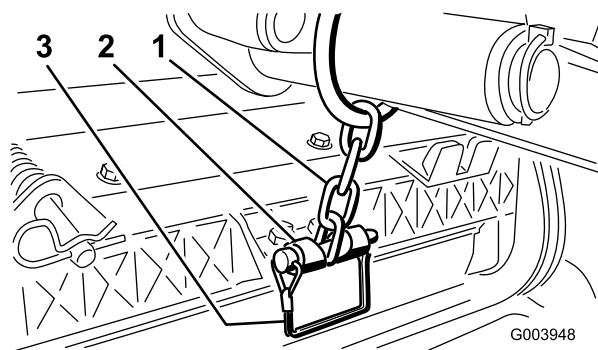

Figura 19
14. Fissate la catena del braccio di sollevamento alla staffa della catena, usando il perno di ritenuta (Figura 19).